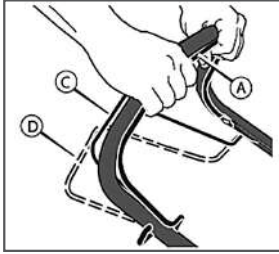

Рис. 10 Включение привода колес
1. Удерживайте рычаг остановки двигателя (A) в рабочем положении (Рис. 10). Запустите двигатель.